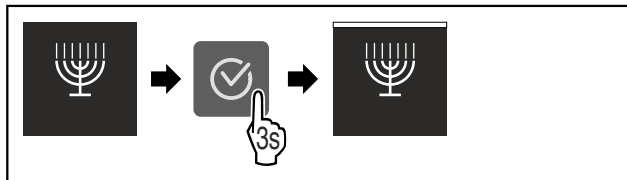

Fig. 14
- ▶ Выполните шаги действия (см. Fig. 14).